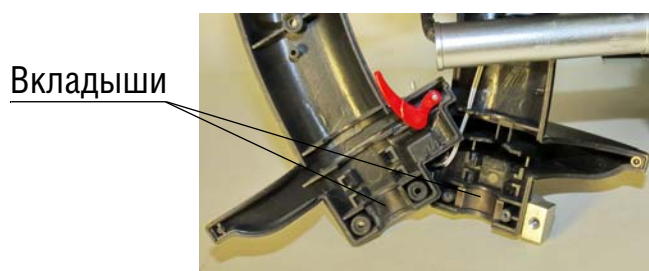

Рис. 4.5.
1. Установите вкладыши в ручку (рис. 4.5).